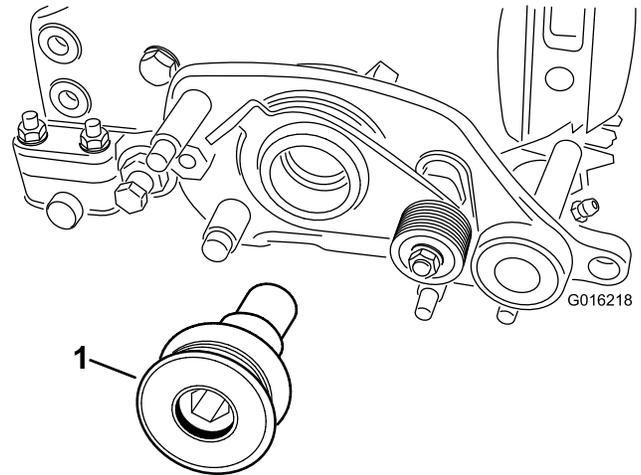

Figura 10
25. Sujete la polea motriz del groomer al eje del molinete, en el lado derecho del molinete, y apriételo a 170 N·m (Figura 10).